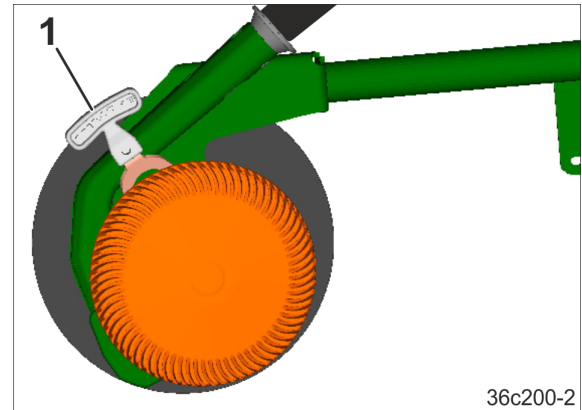

Рис. 179
2. Вставте виступ дискового/роликового обмежувача глибини в необхідний отвір. Важіль (Рис. 179/1) призначений для керування дисковим/роликовим обмежувачем глибини.